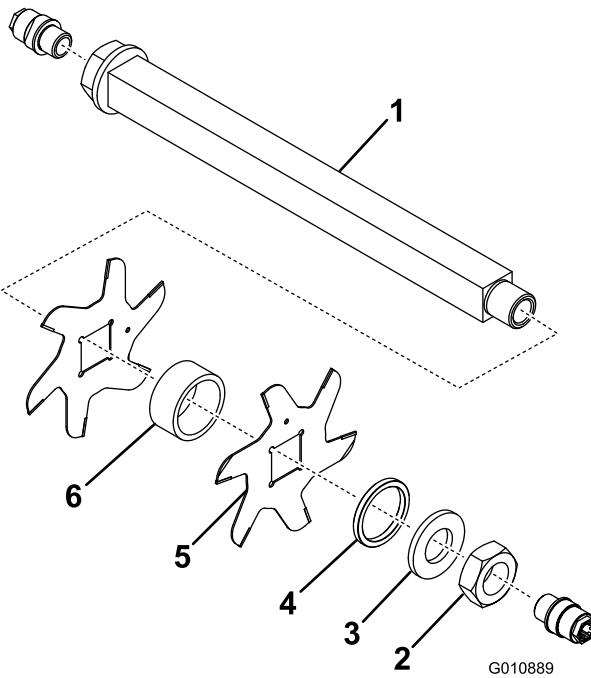

Figura 13
3. Retire el espaciador pequeño, la arandela, las cuchillas y los espaciadores grandes. Limpie el eje cuadrado y lubríquelo con una capa ligera de grasa para simplificar el montaje (Figura 13).